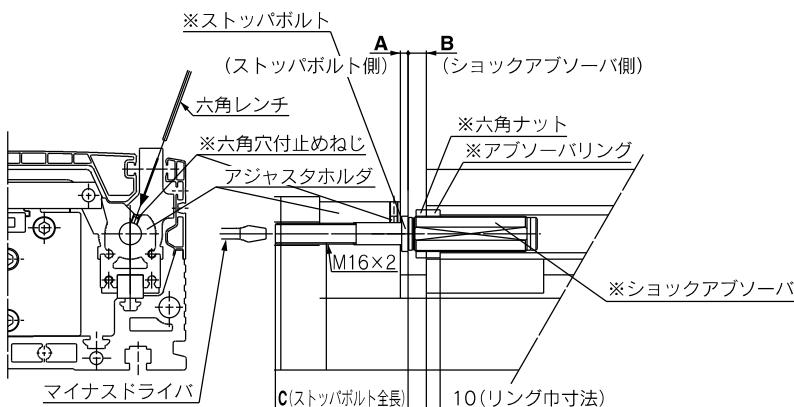

図1. ストローク調整部詳細
- ①ストッパボルトの調整代Aは図1に示すように上面より六角レンチを挿入し、六角穴付止めねじを1回転程ゆるめた後ストッパボルトをマイナスドライバにて調整してください。
- ストローク調整ユニットの構成は図1中の※部となります。